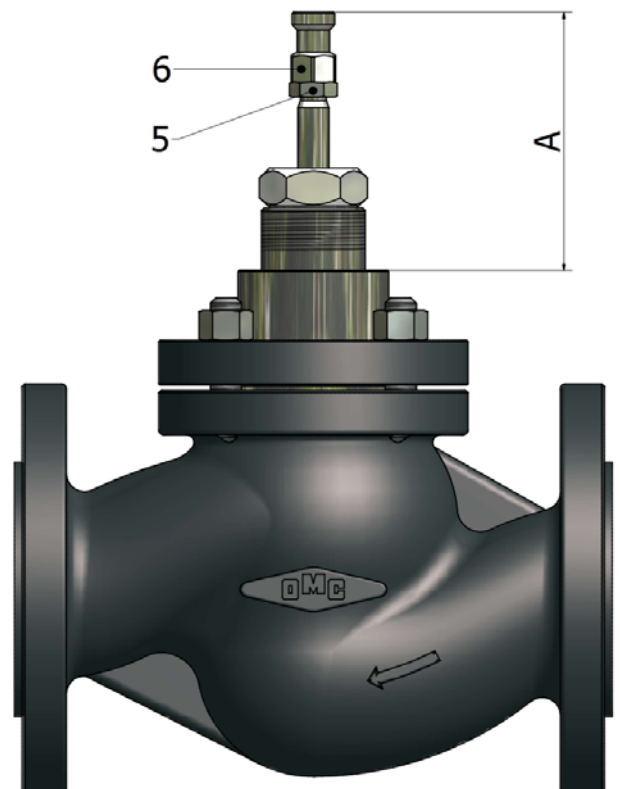

Fig. 12
- Svitare completamente le viti (1) e rimuovere i morsetti (2)
- Svitare completamente la ghiera (3).
- Afferrare il castello (4) ed estrarre l'attuatore
- Misurare con precisione (+/- 0,1mm) la distanza (A) in Fig. 12 e prendere nota
- Rimuoverne i particolari (5) e (6)
- Rimontare il tutto ripetendo le operazioni in senso inverso facendo attenzione al re-allineamento di alberi e alla misura (A)
- Remove the screws (1) and the clamp (2)
- Loosen the mounting nut (3) completely.
- Catch the actuator yoke (4) and remove the actuator from valve body.
- Measure accurately (+/- 0,1mm) the distance (A) as showed on Fig. 12 and take note.
- Remove items (5) and (6)
- Re-assemble all the items in reverse order ensuring the alignment of the spindles and the restoring of the measure (A).